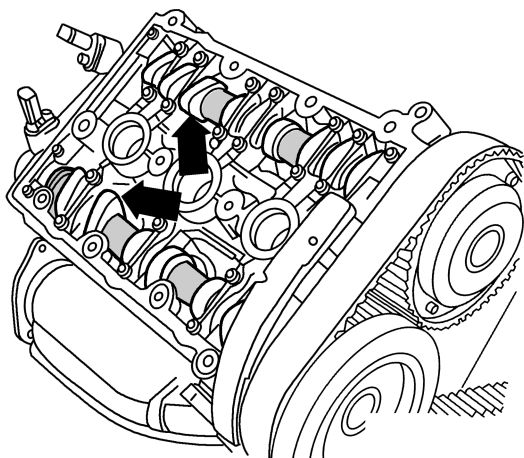
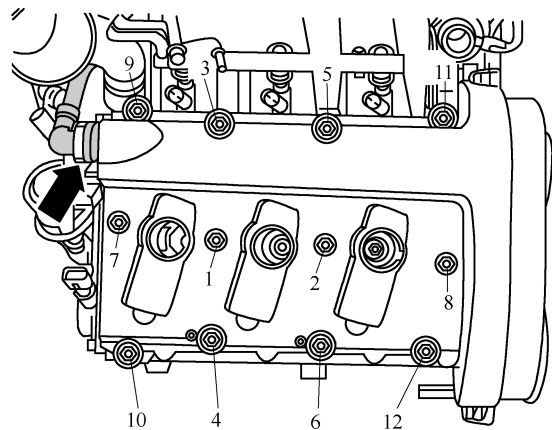

图 1-3-41 直至气缸 3(右侧气缸列)进气和排气凸轮轴上的凸轮均匀指向上方
图 1-3-40 取下气缸盖罩
- (7) 如图 1-3-40 所示, 拔下曲轴箱排气软管(如图中箭头所示), 按顺序 12→1 拧出右侧气缸盖罩螺栓, 并拆下气缸盖罩。
- (8) 用同样的方法拆下左侧气缸盖。
- (9) 如图 1-3-41 所示, 转动发动机, 直至气缸 3 (右侧气缸列) 进气和排气凸轮轴上的凸轮(如图中箭头所示)均匀指向上方。